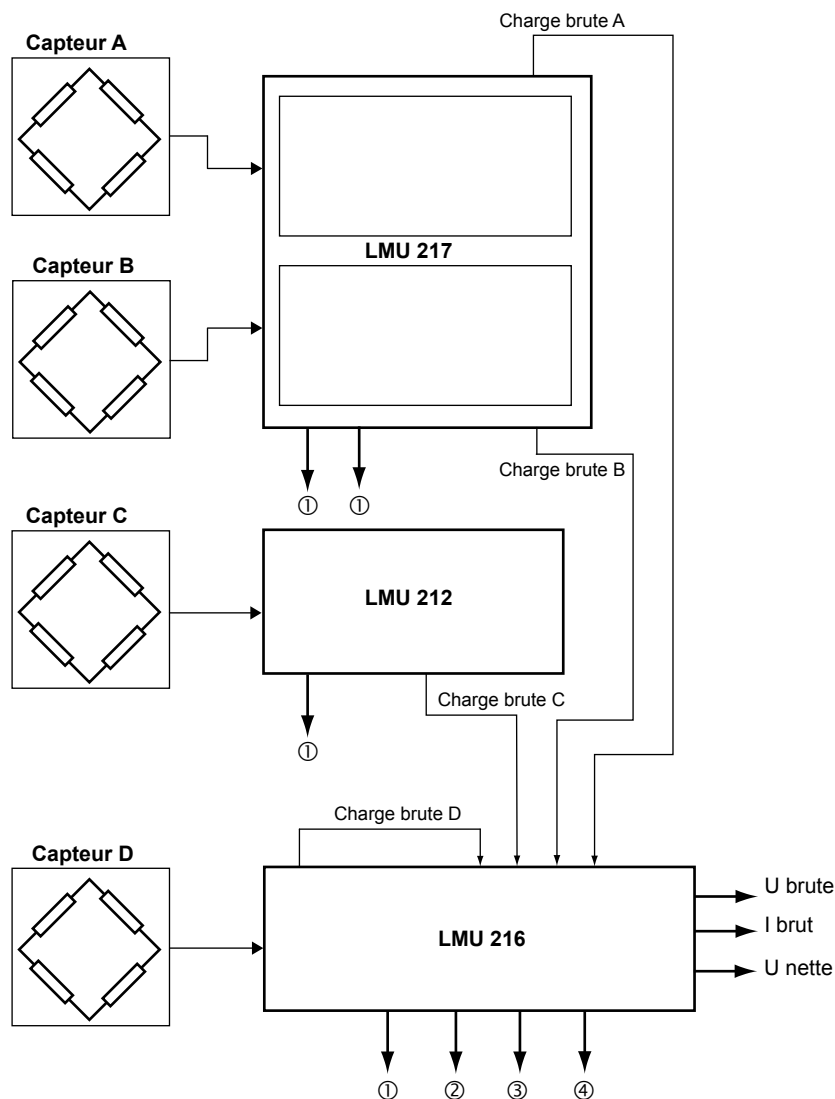

Figure 4-6 Système de pesage multi-capteur
La figure 4-6 synthétise toutes ces informations sous la forme d'un schéma et les figures 4-6 et 4-8 indiquent les différents signaux aux bornes du moniteur de charge pour cette application.
- court-circuiter l'entrée de commande du B.I.T.E. (borne 23) avec la masse (borne 24), voir *figure 4-6*.